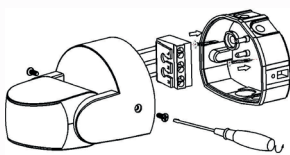

Fig.1
1. Svitare le viti laterali e rimuovere la base posteriore (Fig.1).
1. Unscrew the side screws and remove the rear base (Fig.1).